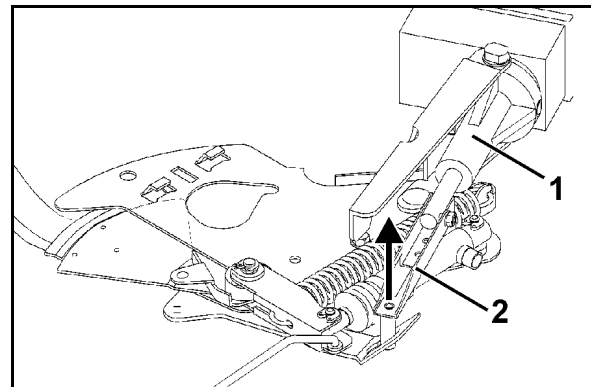

Fig. 14
4. Hæv stelmotoren (Fig. 14/1), og afmonter plejlstangen (Fig. 14/2) fra stikforbindelsen til doseringsspjældet.